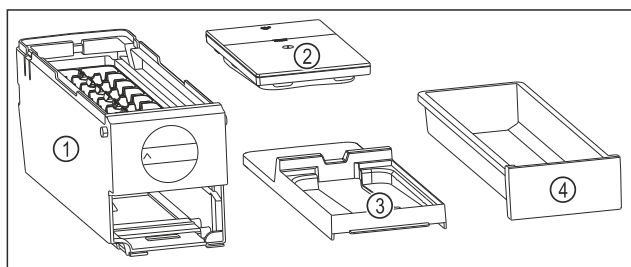

Fig. 156 Součásti EasyTwist-Ice
- EasyTwist-Ice je rozebrán na čtyři části. (viz Fig. 156)
- EasyTwist-Ice rozebírejte pouze na zobrazené součásti. (viz Fig. 156)
- Korpus EasyTwist-Ice Fig. 156 (1) vyčistěte jako celek.